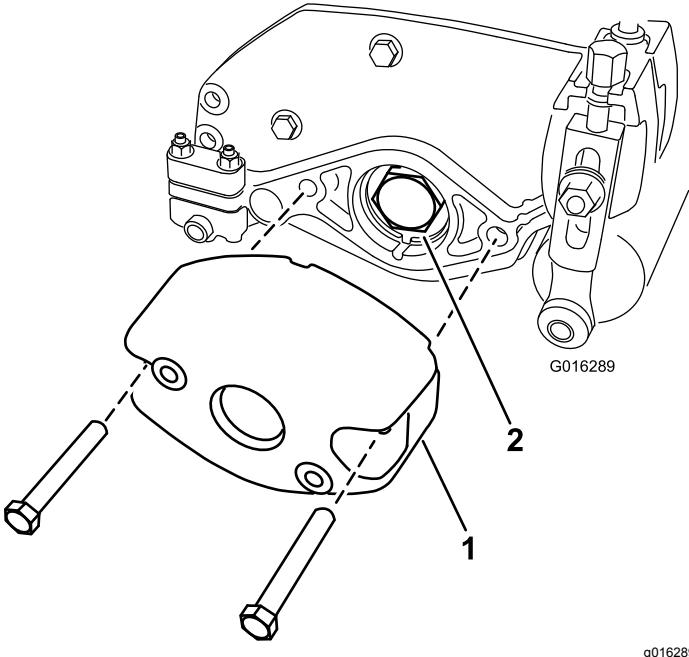

Figura 2
5. Retire los 2 pernos y tuercas que sujetan el contrapeso al extremo derecho de la unidad de corte. Retire el contrapeso (Figura 2).
6. Retire la tuerca del cojinete del eje del molinete (Figura 2).